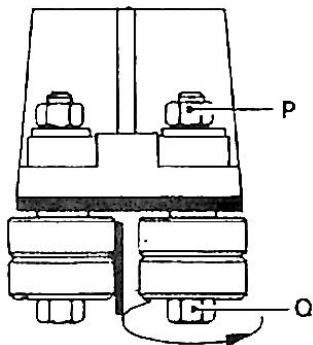

Fig.: 5 Fig.: 6
- Använd en 10 mm-nyckel, lossa de sexkantiga muttrarna P på styrningen med två blad på utsidan av bladet (fig.5).